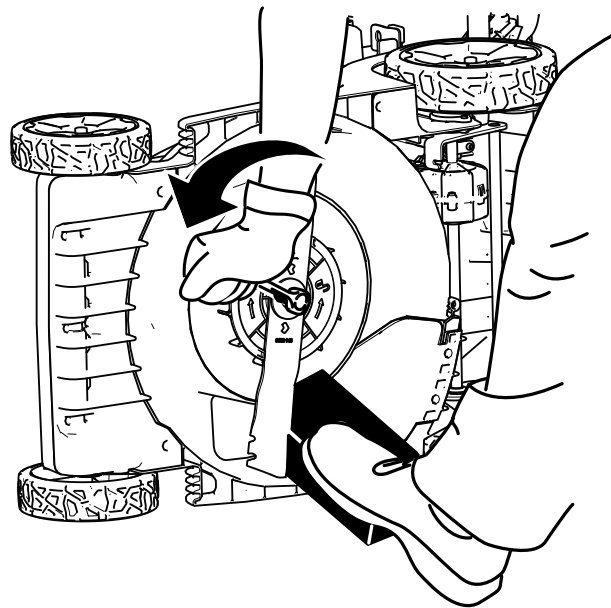

Figura 24
2. Usate un blocco di legno per tenere ferma la lama (Figura 24).
3. Togliete il bullone della lama, la rondella e la lama; conservate rondella e bullone della lama (Figura 24).